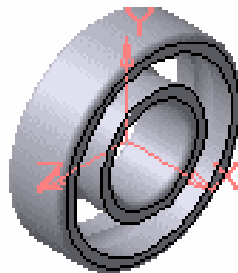

Рисунок 4.15 – Результати виконання команди Збіг
5. Далі виберіть команду **Збіг** , вкажіть на торцеві поверхні одного і іншого кільця, після чого вони будуть лежати в одній площині (рис. 4.15).